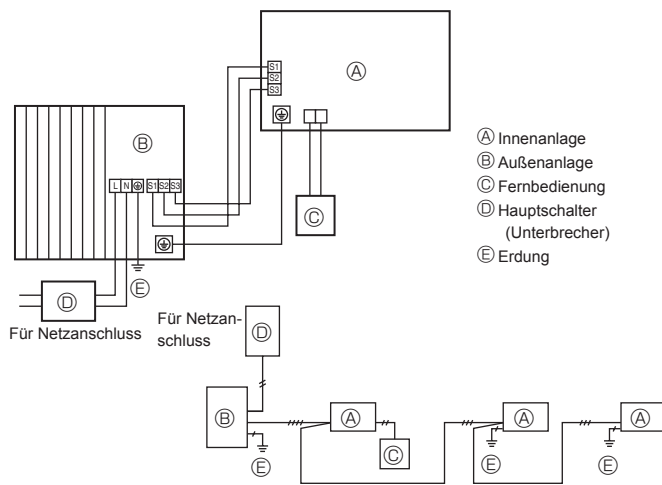
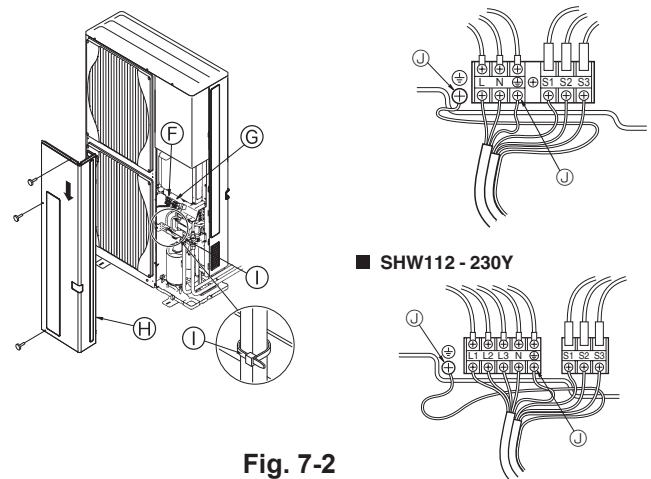

Fig. 7-1
Fig. 7-2
7.1. Außenanlage (Fig. 7-1, Fig. 7-2)
- ① Die Bedienungsplatte abnehmen.
- ② Die Kabel gemäß der Fig. 7-1 und der Fig. 7-2 verdrahten.